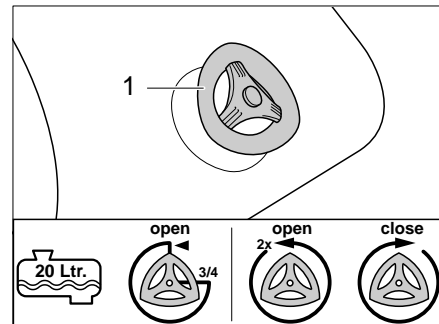

Bild 339 Ablasshahn
- 1/2 voll oder weniger: Den Ablasshahn (Bild 339,1) eine 3/4-Umdrehung gegen den Uhrzeigersinn drehen.
- 3/4 voll und mehr: Den Ablasshahn (Bild 339,1) 2 Umdrehungen gegen den Uhrzeigersinn drehen.
- Ablasshahn (Bild 339,1) im Uhrzeigersinn schließen.